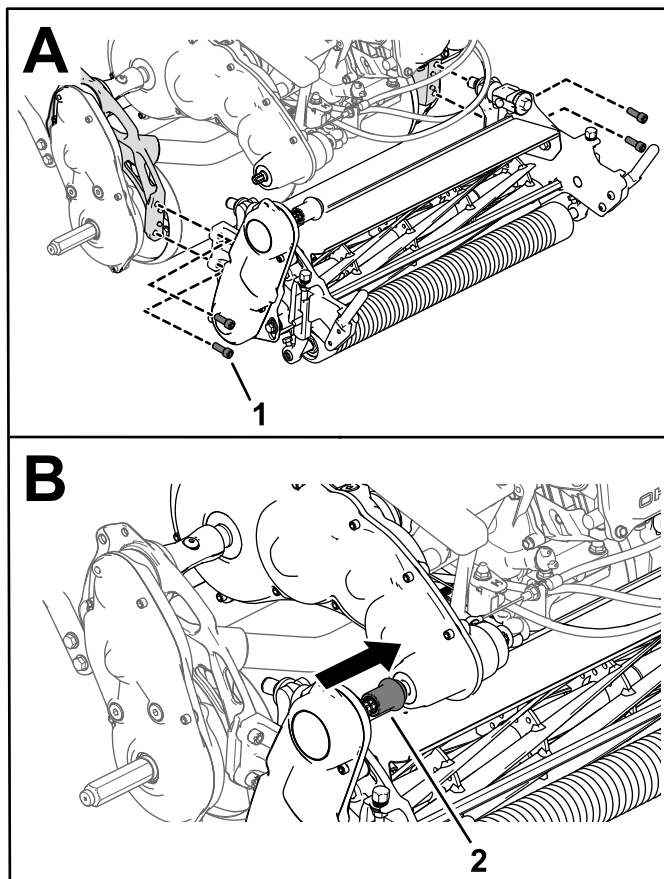

Figura 46
3. Utilize quatro parafusos de cabeça sextavada interior para prender a unidade de corte à estrutura (Figura 46).
4. Deslize o acoplador da transmissão da unidade de corte para o veio da transmissão (Figura 46).